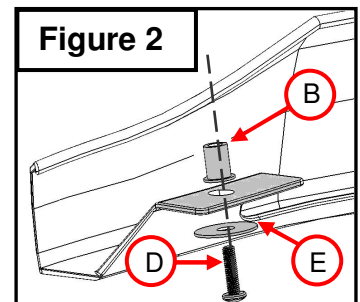

Figure 2
3. Fixez la quincaillerie incluse au protecteur de capot. (**Figure 2**)